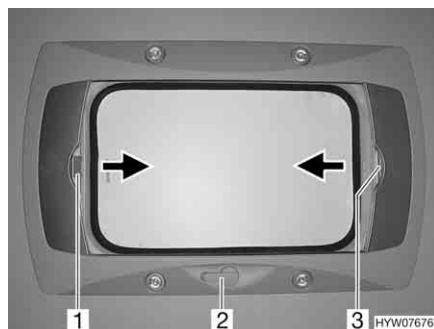

Fig. 74 Oblò a manovella
- Ruotare la manovella (Fig. 74,2) fino a quando non si incontra resistenza (angolo di apertura max. 70°).
- Tirare la tendina oscurante pieghevole per la maniglia (Fig. 74,3) nella direzione della freccia fino alla posizione desiderata e rilasciare. La tendina oscurante pieghevole rimane in questa posizione.
- Tirare la zanzariera a rullo per la maniglia (Fig. 74,1) nella direzione della freccia verso la maniglia contrapposta della tendina oscurante pieghevole (Fig. 74,3) e farla innestare.
- Tirare la maniglia della zanzariera a rullo (Fig. 74,1) dietro, verso l'alto, e sganciare la zanzariera a rullo dalla tendina oscurante pieghevole (Fig. 74,3).